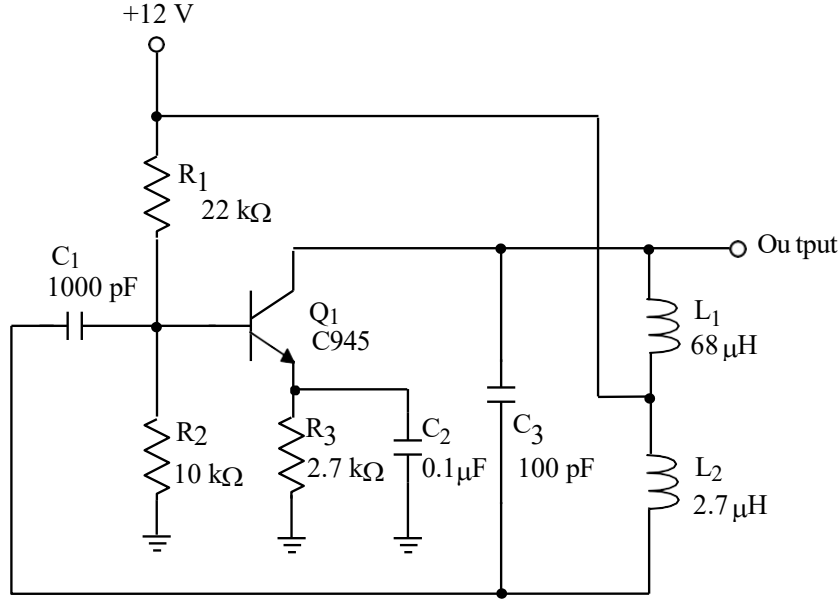

Fig. 1-5 Hartley osilatör devresi
Fig. 1-5, pratik bir Hartley osilatör devresini göstermektedir. R_1 , R_2 , ve R_3 dirençleri tranzistör için kutuplamayı sağlamaktadırlar. C_1 , kuplaj kapasitesi ve C_2 'de bypass kapasitesidir. C_3 , L_1 ve L_2 elemanları rezonans devresini oluştururlar ve çalışma frekansını belirlerler.
- 5MHz osilasyon frekansı için, Fig.1-5'de gösterilen Hartley osilatör devresinde bulunan C_3 , L_1 , ve L_2 değerlerini belirleyiniz.